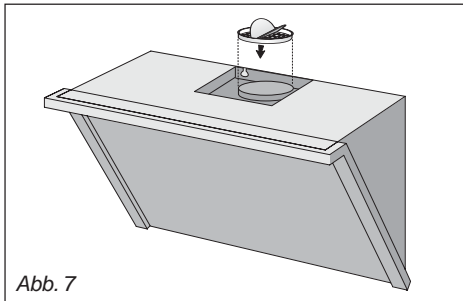

Abb. 7
- **Anbringung des Flanschs:** Den Flansch am Luftaustritt des Gerätes montieren, indem ein leichter Druck ausgeübt wird (Abb.7).